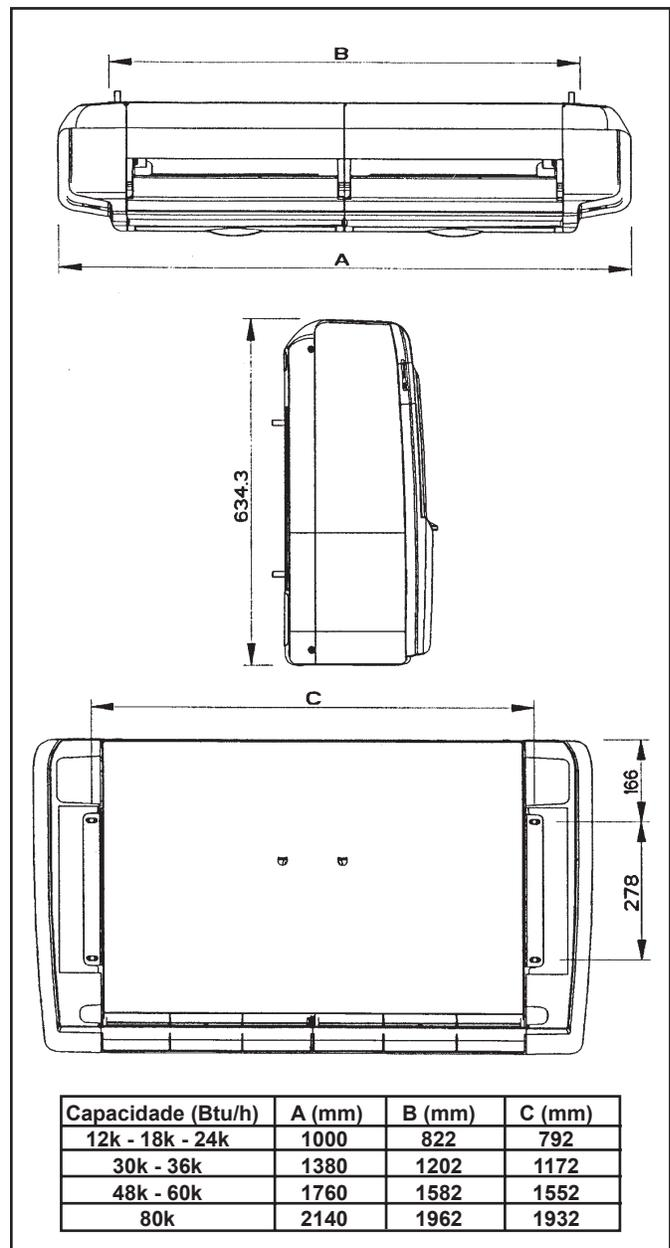

FIGURA 4 - DIMENSÕES PARA INSTALAÇÃO DA UNIDADE EVAPORADORA
- A unidade vem equipada com dois (2) suportes de fixação para montagem suspensa no teto ou fixada à parede próxima. além disso há um suporte para montagem do controle remoto.
- A figura 4 indica a posição dos parafusos de montagem nos suportes de fixação.